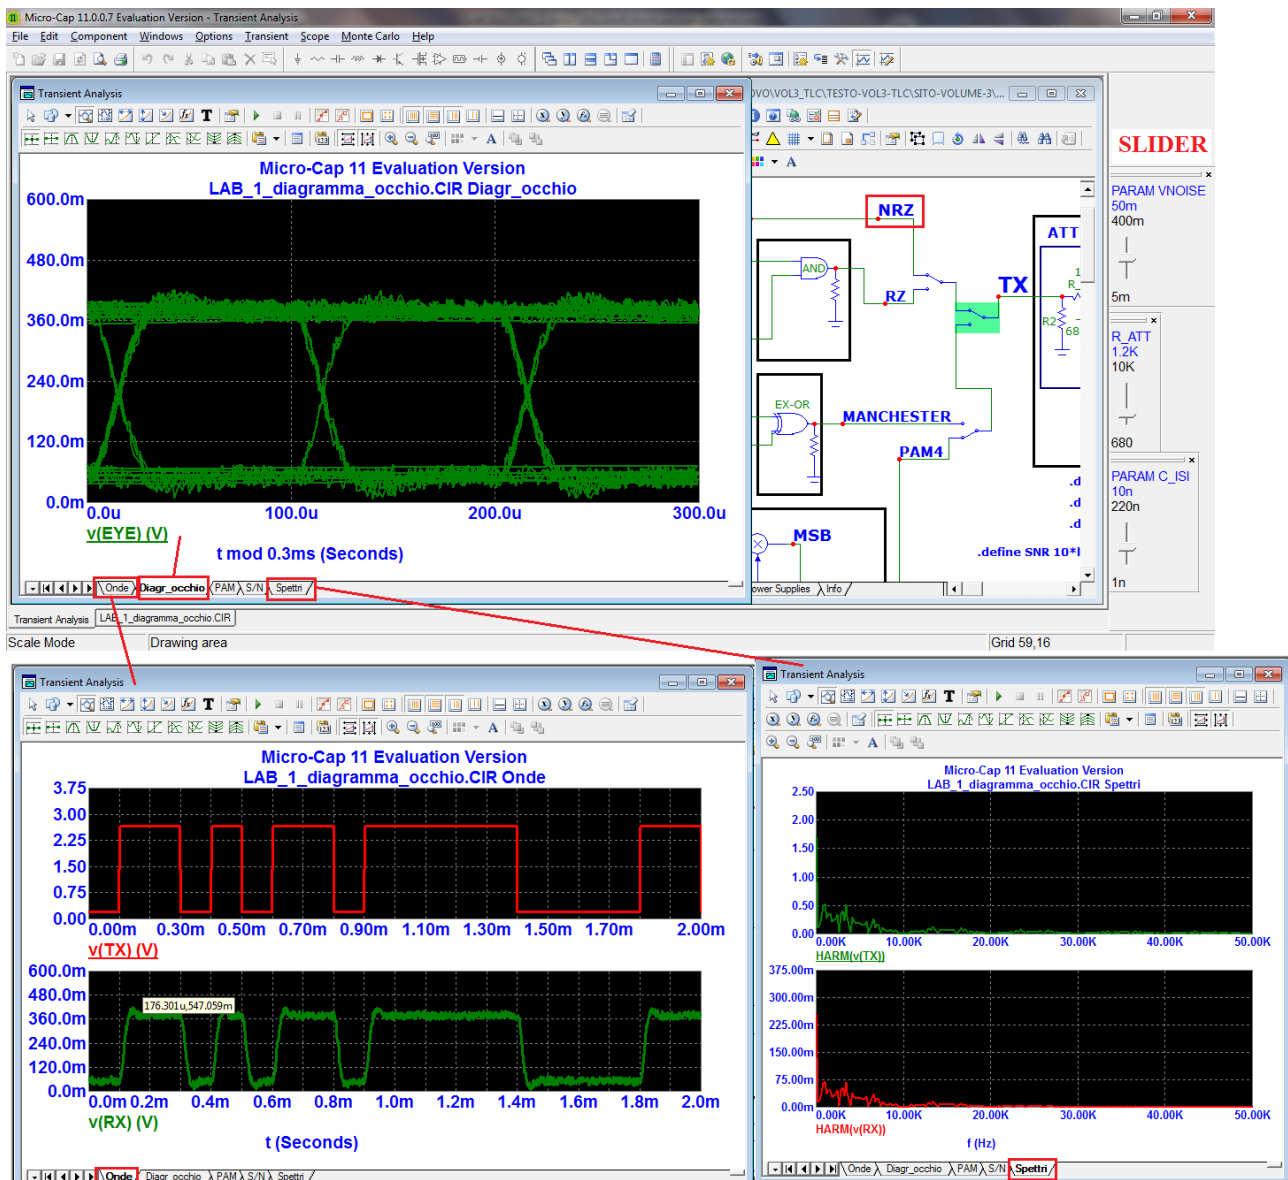

FIGURA 7 Esempio di analisi con codice NRZ: diagramma a occhio (3 tempi di simbolo), forme d'onda, spettri.
- il **diagramma a occhio**, $V(EYE)$; viene ottenuto impostando sull'asse X la sovrapposizione del segnale ricevuto su (per esempio) 3 tempi di bit, con la seguente impostazione per l'espressione sull'asse X **t mod 0.3ms**; come X Range impostiamo **0.3 ms** e *Autoalways* come Y Range (FIGURA 7).